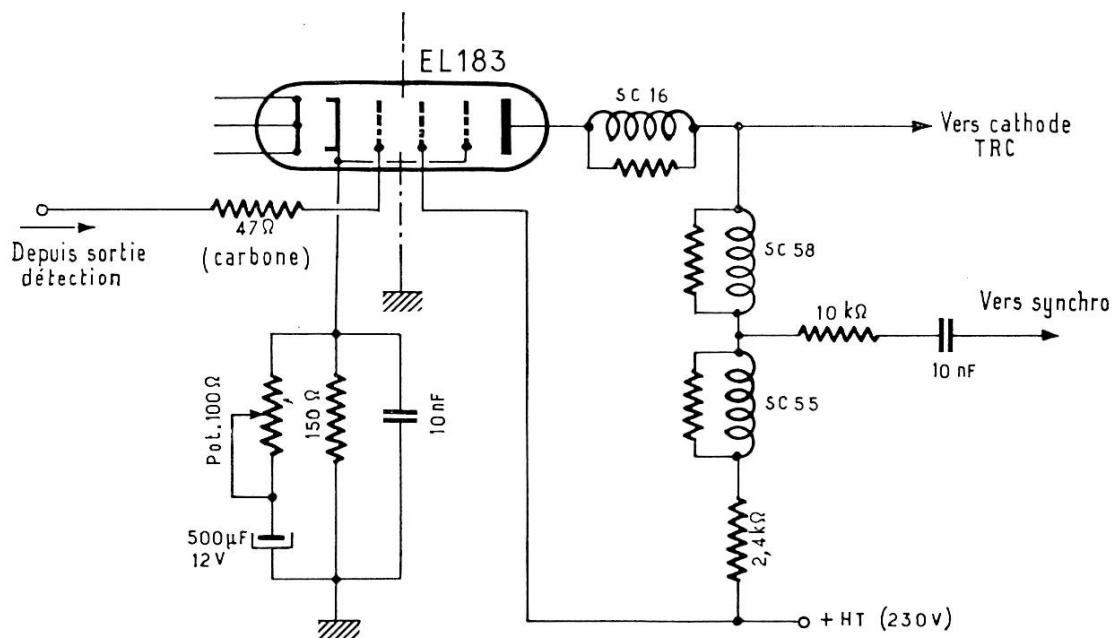

FIG. V-2-3
La figure V-2-3 représente un montage vidéo-fréquence utilisant ce tube. Les bobines de correction (SC) sont de fabrication Vidéon. En
Le montage de la figure V-2-3 constitue l'utilisation classique et normale du tube EL183 ; il apporte déjà un gain nettement plus important qu'un étage avec tube EL83. Néanmoins, dans le cas qui nous intéresse présentement et où l'on recherche l'amplification maximum, on pourra monter une résistance de charge anodique de l'ordre de 3 000 à 3 500 Ω (au lieu de 2 400). Par ailleurs, on pourra supprimer la correction cathodique pour les fréquences très élevées ; il suffit alors d'enlever le potentiomètre de 100 Ω et de connecter l'armature positive du condensateur de 500 μ F directement à la cathode.